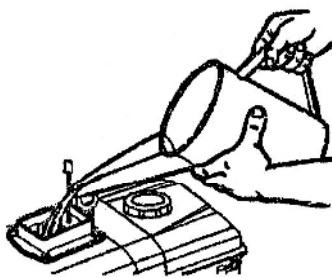

рис.2
5. При помощи воронки наполните бачок охлаждающей жидкостью до уровня всплытия поплавка (рис. 2). При этом необходимо закрыть сливной вентиль. В качестве охлаждающей жидкости рекомендуется использовать специальную охлаждающую жидкость (антифриз).